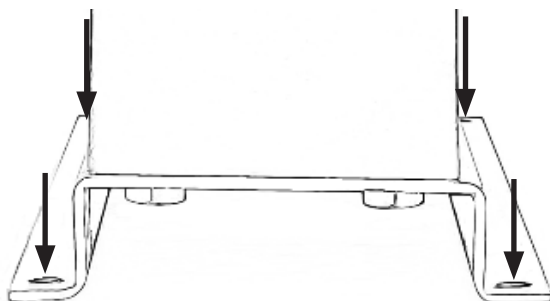

Fig. 2
- Utilizzare i quattro fori di fissaggio sulla piastra di base della macchina per fissarla saldamente. (Fig. 2)